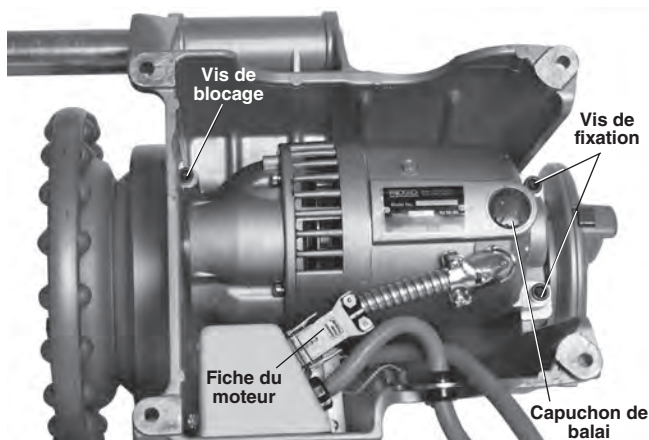

Figure 32 – Dépose du carter inférieur du moteur pour le remplacement des balais
3. Posez l'appareil sur un établi dégagé et stable. Tournez l'appareil à l'envers pour accéder à sa sous-face (Figure 32).